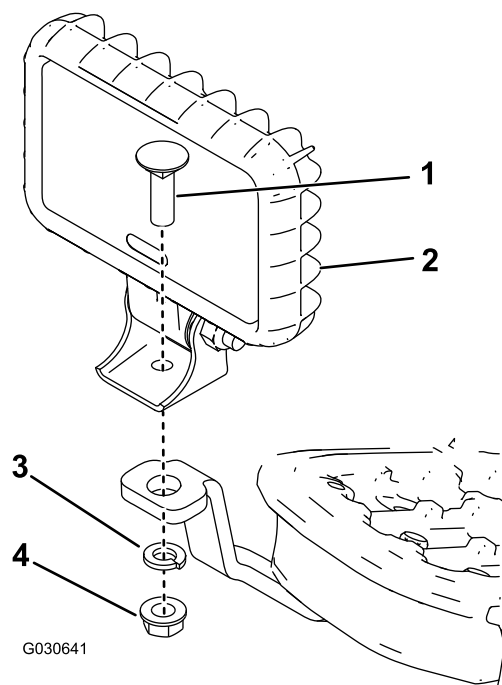

Figura 2
5. Instale la lámpara LED en el soporte usando un perno de cuello cuadrado, una arandela de freno y una tuerca (Figura 2).